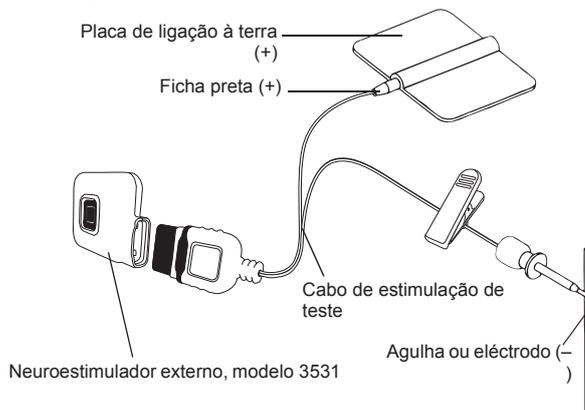

Figura 4. Ligações dos cabos do neuroestimulador externo para o procedimento de estimulação de teste
7. Ligue o cabo de estimulação de teste e o cabo do doente conforme indicado na Figura 4.